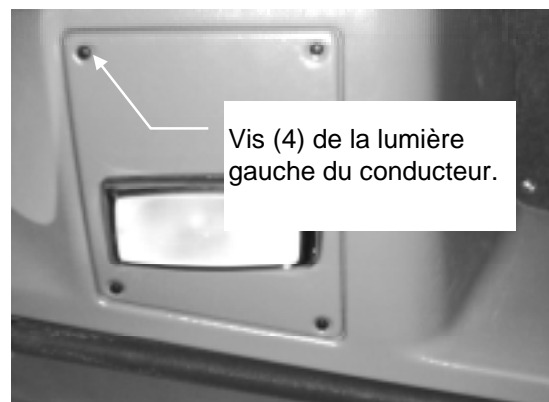

FIGURE 3
- c. Enlever les vis supportant les lumières du conducteur qui sont situées au plafond (Fig. 3).